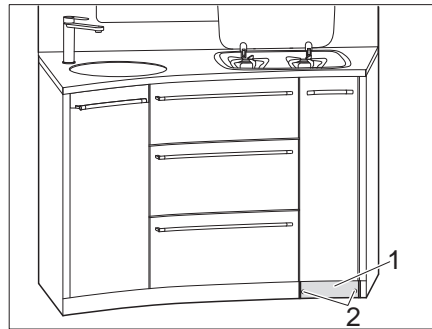

Bild 86 Sockel abschrauben
- 2 Schrauben (Bild 86,2) am Sockel (Bild 86,1) abschrauben.
- Sockel (Bild 86,1) abnehmen.